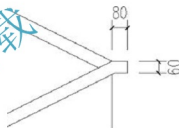

图 4.113 修整转弯处扶手
(5) 按照图 4.113 所示的形状和尺寸修整上下行扶手相交处。